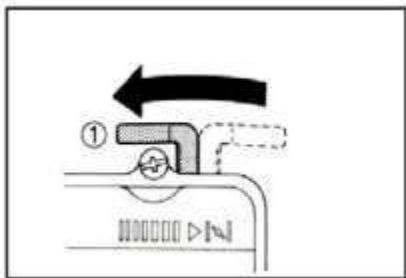

Рис. 6 Воздушная заслонка
- ЗАКРЫТО при запуске горячего двигателя. (Рис. 6)